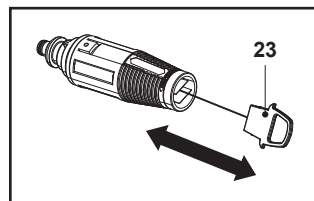

Fig. 20
2. Remova quaisquer depósitos de sujidade do orifício do bocal utilizando uma agulha (23) (Fig. 20).